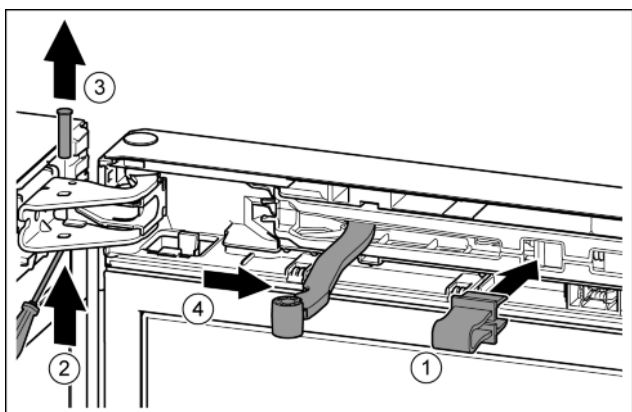

Fig. 9
- ▶ Pojistku nechte zapadnout do otvoru. Fig. 9 (1)
- ▶ Šroubovákem vysuňte čep. Fig. 9 (2)
- ▶ Čep vytáhněte nahoru. Fig. 9 (3)
- ▶ Otočte kloub směrem ke dveřím. Fig. 9 (4)